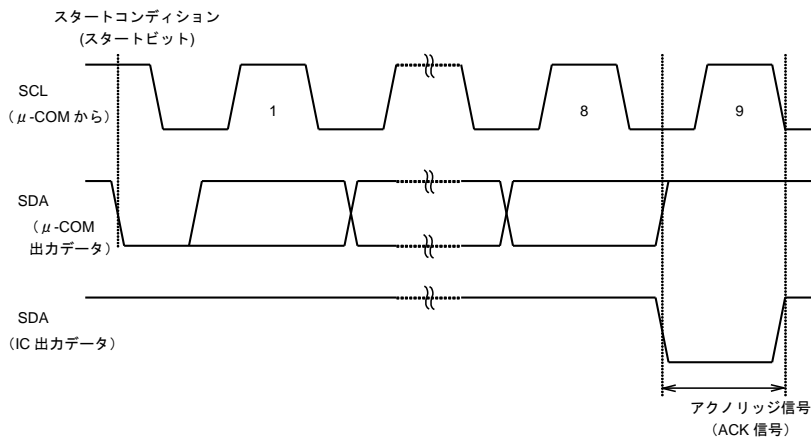

Figure 38. アクリッジ信号(ACK 信号)応答
- ・ 各々のリード動作は、8 ビットデータ(リードデータ)を出力し、アクリッジ信号(ACK 信号)“LOW”を検出します。アクリッジ信号(ACK 信号)が検出され、且つマスター( $\mu$ -COM)側からストップコンディションが送られて来ない場合には、この IC はデータの出力を続けます。アクリッジ信号(ACK 信号)が検出されない場合には、この IC はデータ転送を中断し、ストップコンディション(ストップビット)を認識して、リード動作を終了します。そして、この IC は待機状態に入ります。(Figure 38.アクリッジ信号(ACK 信号)応答を参照ください。)